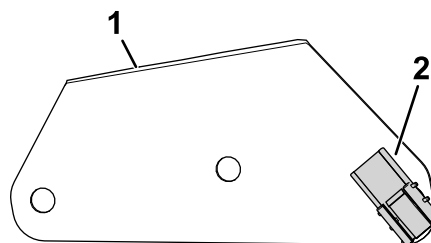

Рисунок 3
1. Прикрепите зажимной соединитель к кронштейну жгута проводов (Рисунок 3).